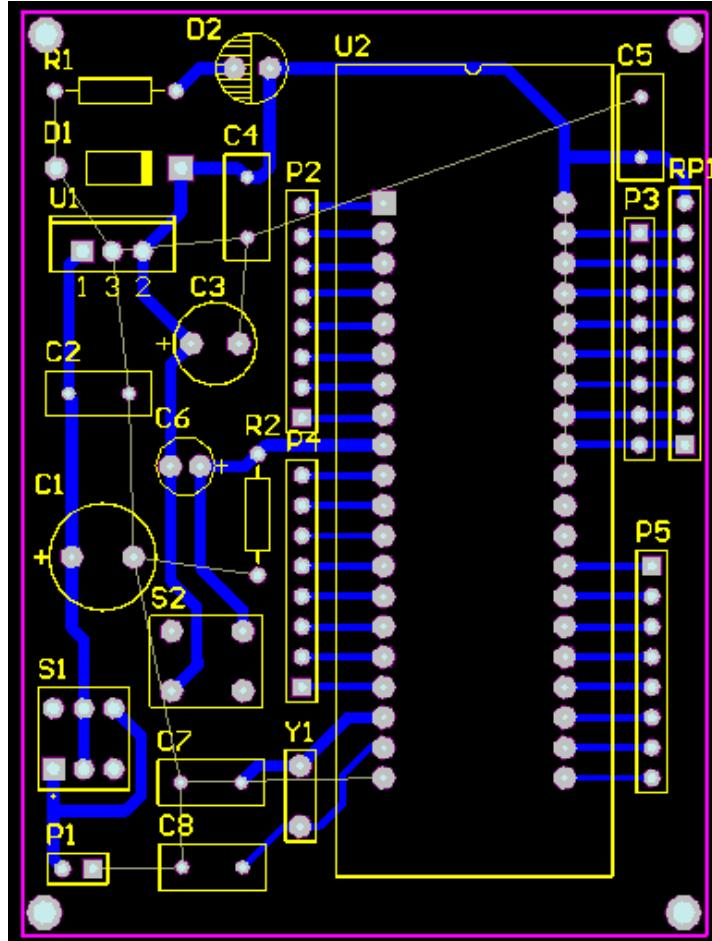

图 6-6.79 绘制好导线的 PCB
**Step4:** 放置好导线的 PCB 如图 6-6.79 所示。